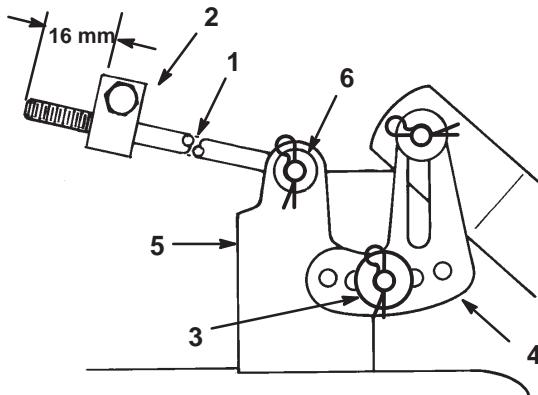

Bild 8
8. Beide Stangen müssen 16 mm aus dem Einstellblock herausragen (Bild 8).
9. Schieben Sie das Ende der langen Stange durch das Loch in der Mähwerkbefestigung (Bild 8).
10. Bringen Sie die dünne Scheibe und den Splint an, um die Stange zu befestigen (Bild 8).
11. Montieren Sie die geschlitzte Mähwerknavillierhalterung am Stift an der Mähwerkhalterung (Bild 8).
12. Bringen Sie die dicke Scheibe und den Splint an, um das Mähwerk zu befestigen (Bild 8).